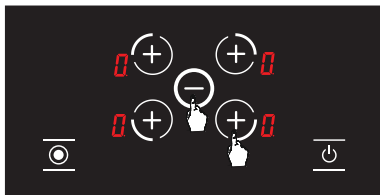

Рисунок 7
3. Уровень приготовления соответствующей конфорок можно установить от 1 до 9 с помощью кнопки выбора конфорок или или между -9 в соответствии с дополнительными функциями варочной панели. (см. Рисунок 7)